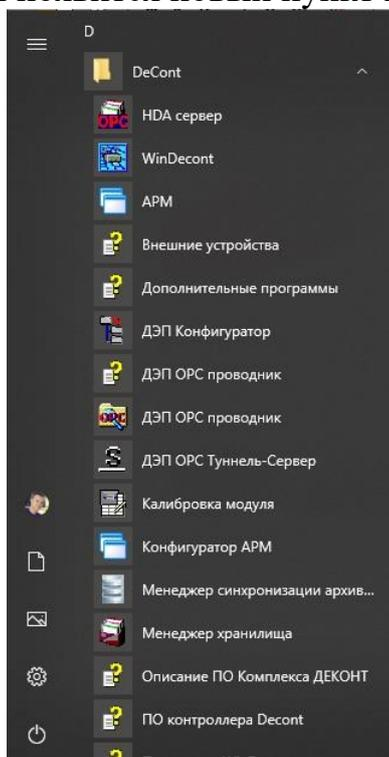

Рисунок 1 – Расположение пакета программ в меню.
В первую очередь надо начать с установки «Базового ПО». Папка «ПО ДЭП», где располагается все необходимое для работы программного обеспечения (ПО) расположена на «Рабочем столе». Базовое ПО устанавливается строго в следующем порядке: сначала ставится BDE ((1) BDE Professional 5.2.msi), затем «Базовое ПО» ((2) Install_depDecont-5.x.x.xx.exe). После установки появится новый пункт в меню ПУСК: ПУСК\DeCont (рисунок 1).